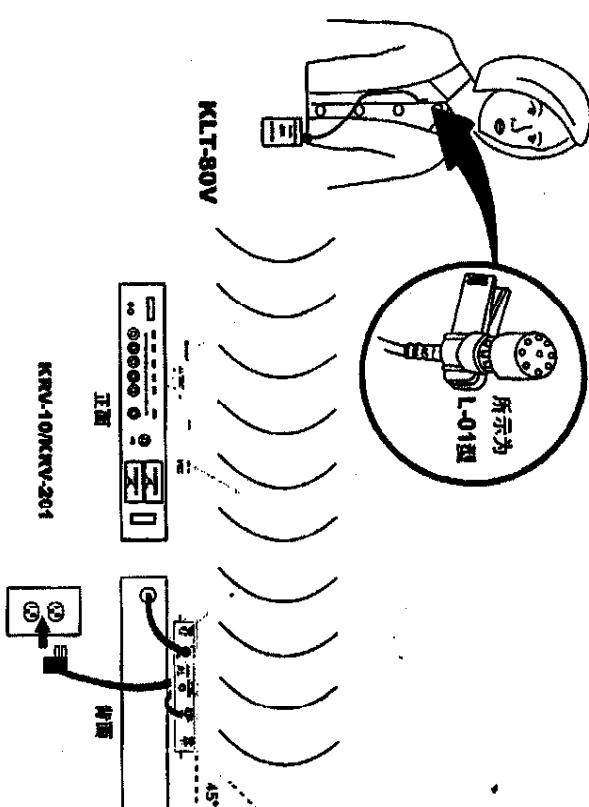

图8
- 参看图8, 把随机提供的交流流转换器一端插入接收机背后的直流输入连接器, 把转换器的电缆线夹入固定扣“适用机型KRV-10”, 把其另一端插入墙壁插座或其他交流电源 (HD41N110使用220伏/50赫电源, HD41N110E使用120伏/60赫电源), 推动接收机正面电源开关, 电源灯发红光。